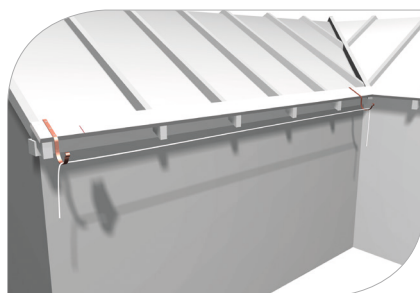

рис. 8
- 3.3 Между крайними кронштейнами растяните веревку - ее уклон в направлении воронки должен составлять около 30 мм/10 м (**рис. 8, 9**)